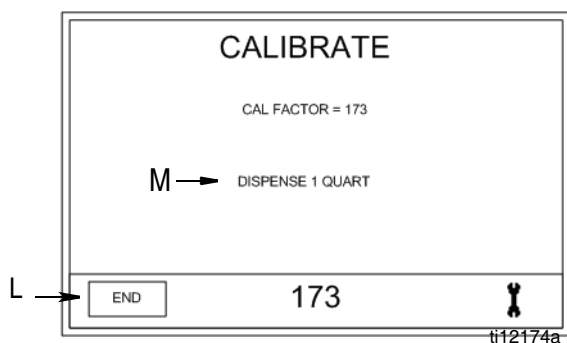

ABB. 14
Kalibrieranzeige (ABB. 14)
1. Bewegen Sie mit der LINKS- bzw. RECHTS-Pfeiltaste den Cursor in das Einstellfeld (K) für den Kalibrierfaktor.
2. Mit den AUFWÄRTS- bzw. ABWÄRTS-Pfeiltasten ändern Sie den voreingestellten Kalibrierfaktor. Dies ist allein in der Kalibrieranzeige 1 (ABB. 14) möglich.
3. Betätigen Sie zur Bestätigung der Auswahl die mittlere EINGABE-Taste. Der neue Einstellwert erscheint in Feld Kalibrierfaktor (J).
M. Dispense (Dosierung): Erscheint ausschließlich auf Kalibrieranzeige 2 (ABB. 14). Anzeige der während des Kalibrier-Tests vom Bediener dosierten Menge.
Neukalibrierung des Dosierventils (ABB. 14)
Siehe auch Kalibrieranzeige 1 und 2 in ABB. 14, Seite 16 für die folgenden Anweisungen.